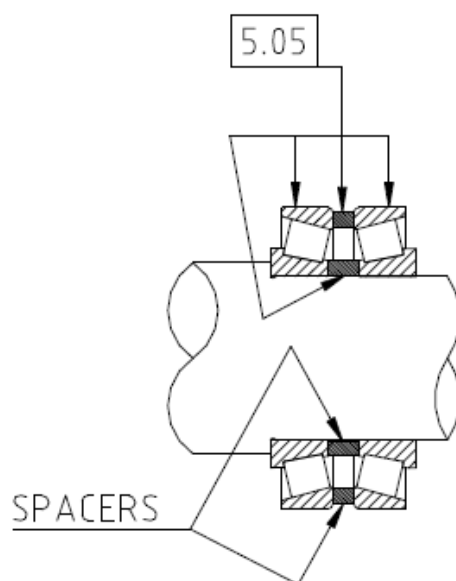

Fig 46 Montage främre lager – CP50
- Montera lagren (6.02) komplett med distanser (6.02) på axlarna (5.01 och 5.02), Se till att alla delar som demonterades i punkten 4.3.3, eller som levererats som ersättning (se fig 46) har rätt placering.